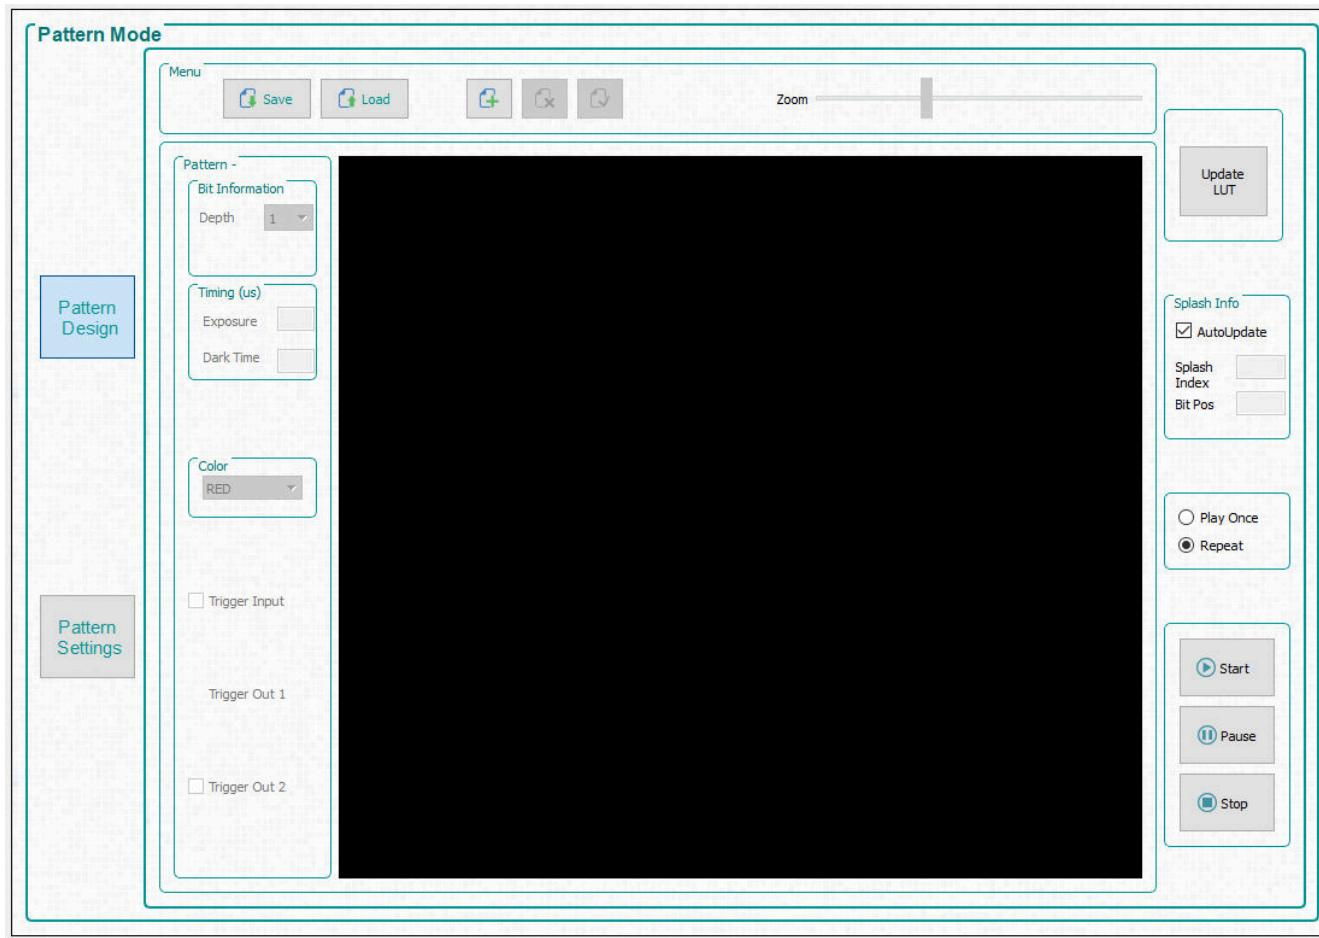

図 2-1. [Pattern Mode] パネル
1. 「**Operating Mode**」(操作モード) グループ ボックスで **Pattern On-The-Fly Mode** (パターン オン ザ フライ モード) を選択してから、「**Pattern Design**」(パターン デザイン) ボタンをクリックすると、図 2-1 に示すようなパネルが表示されます。